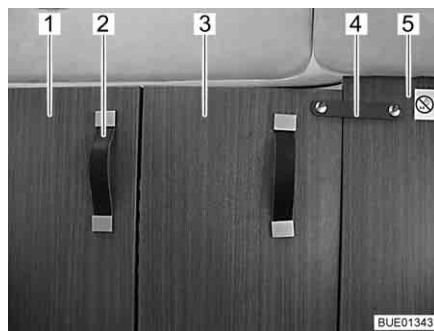

Fig. 57 Séparation pour la cabine de conduite, fermée
- Tirer la séparation pour la cabine de conduite (Fig. 57,1) complètement vers l'intérieur en saisissant le ruban-poignée (Fig. 57,2).
- Fixer la partie rabattable de la séparation pour la cabine de conduite (Fig. 57,3) avec la bande de sécurité (Fig. 57,4) à la cloison intermédiaire fixe (Fig. 57,5) située derrière le siège passager.